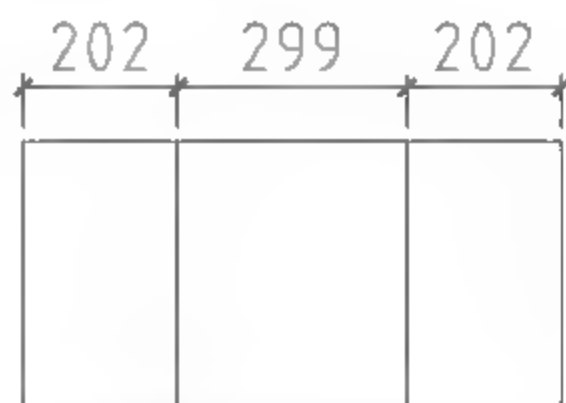

图8-139 偏移矩形边
- 03 调用O【偏移】命令，向内偏移矩形边，如图8-139所示。